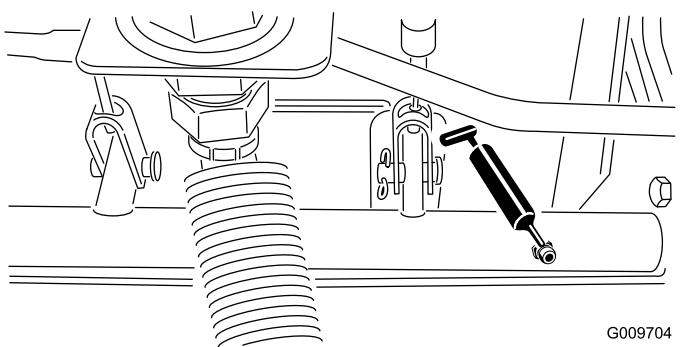

Bild 48
- Bremsstangen-Drehlager (5) (Bild 48)